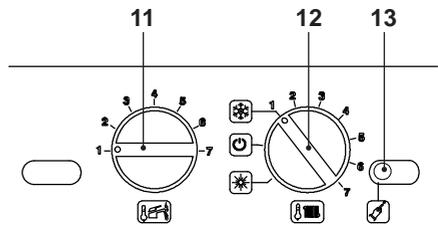
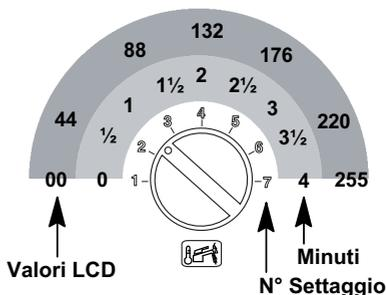

Fig. 5.47
Fig. 5.51
- Prima di alimentare elettricamente la caldaia posizionare le manopole 11 e 12 come indicato in Fig. 5.47.
- Per settare il tempo di postcircolazione della pompa bisogna entrare nella programmazione premendo per 15 secondi il pulsante di ripristino 13, in Fig. 5.47 fino alla comparsa del parametro **P01** sul display LCD; sul display LCD compare la seguente visualizzazione (la sequenza **P01** si alterna ---).
Premere il pulsante di ripristino 13 in Fig. 5.47 per lo scorrimento dei vari parametri sino al raggiungimento del parametro **P11** valido per il settaggio postcircolazione della pompa; sul display LCD compare la seguente visualizzazione (la sequenza **P11** si alterna 44).
Per cambiare il settaggio ruotare la manopola di regolazione temperatura sanitari 11 in Fig. 5.47 e posizionarla sul tempo pre-scelto Fig. 5.51.
Il passo del settaggio della manopola 11 Fig. 5.51 corrisponde a un valore letto sul display LCD di circa **44** (40 secondi) e questo valore può essere variato fino a circa **255** (4 minuti); nell'LCD la sequenza **P11** si alterna con **60**.